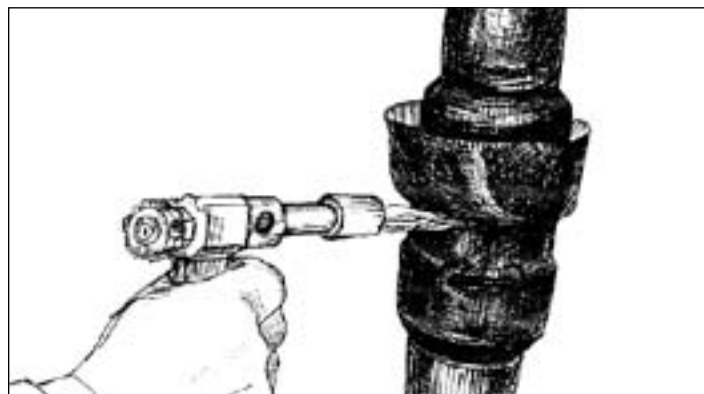

Рис. 4.20. - Герметизация средних стыков
**4.4.8.** Производят герметизацию средних стыков трубы и двух конусов трубкой ТУТ 115/34 (ТУТ 120/54) (Рис. 4.20). Предшествующую операцию и эту нужно производить по возможности быстрее, т.к. уже идет процесс расширения герметика. Допускается ускорение охлаждения загерметизированных стыков мокрой ветошью.